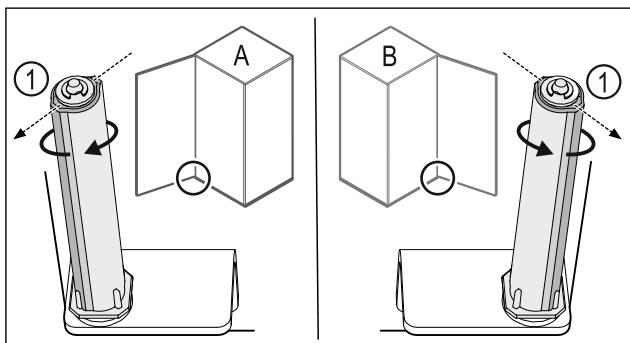

Fig. 44 Μεντεσέδες αριστερά (Α) / Μεντεσέδες δεξιά (Β)
- Περιστρέψτε το σύστημα κλεισμάτος κόντρα στην αντίσταση, μέχρι ο κορμός του συστήματος κλεισμάτος Fig. 44 (1) να είναι στραμμένος προς τα έξω.